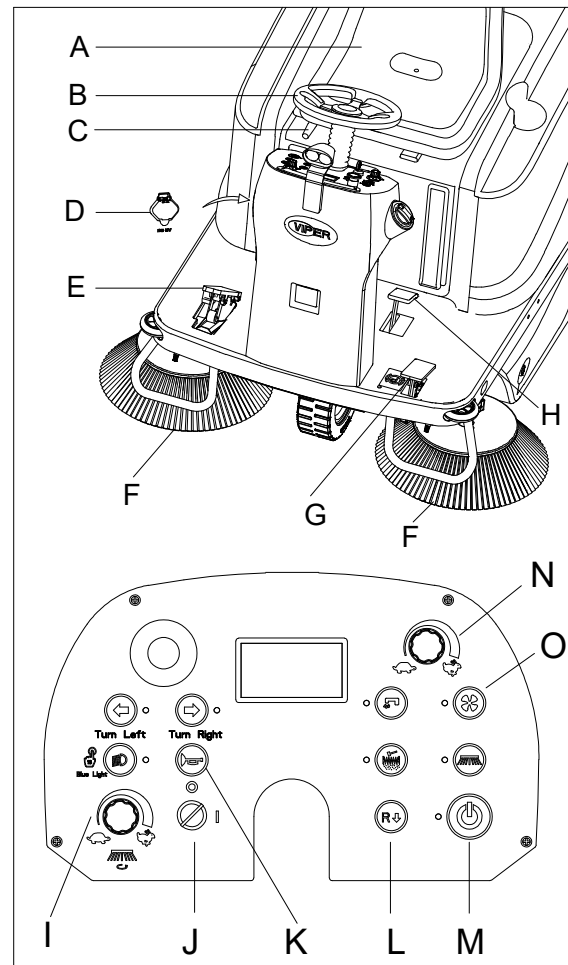

Рис. 10
1. Сядьте на сиденье водителя (А, рис. 10) и отрегулируйте его положение с помощью рычага (С, рис. 10), чтобы обеспечить легкий доступ ко всем органам управления.
Сиденье водителя (А, рис. 10) оснащено датчиком безопасности, который обеспечивает управление машиной, тогда когда оператор находится на сиденье водителя.
1. Займите сиденье (А, рис. 10), вставьте ключ зажигания (J, рис. 10) и поверните его в положение «Г».
3. Нажмите кнопку быстрого запуска (М, рис. 10), чтобы запустить машину, боковые щетки и основная щетка опускаются на пол автоматически.
4. Нажмите педаль акселератора (Е, рис. 10), переместите машину вперед или назад с помощью рулевого колеса (В, рис. 10) и кнопки переднего-заднего хода (L, рис. 10). Скоростью движения машины можно управлять с помощью ручки регулировки (N, рис. 10). Основная щетка/боковые щетки и вакуумный исполнительный механизм начинают работать.
5. Отрегулируйте скорость боковой щетки с помощью ручки регулировки скорости боковой щетки (I, рис. 10) в соответствии с требованиями к очистке.
6. Зарядный USB-разъем (D, рис. 10) можно использовать для зарядки мобильного телефона или площадку, когда ключ зажигания (J, рис. 10) повернут в положение «I».
7. Нажмите кнопку звукового сигнала (К, рис. 10), чтобы предупредить людей, когда это необходимо.
Основная щетка и боковые щетки (F и H, рис. 10) можно опускать и поднимать даже во время движения машины.
8. Начните подметание с вращения рулевым колесом (В, рис. 10) и движения машины вперед с помощью педали акселератора (Е, рис. 10).
9. Отпустите педаль акселератора (Е, рис. 10), машина остановится.
10. Еще раз нажмите кнопку быстрого запуска (М, рис. 10), чтобы выключить щетки, вакуумный исполнительный механизм и насос. Основная щетка и боковые щетки автоматически поднимаются над уровнем пола. Вакуумная система выключается через несколько секунд.
4. Для сбора легких и громоздких отходов поднимите передний скребок, нажав на педаль заслонки (Н, рис. 10); учитывайте, что емкость машины для вакуума уменьшается при подъеме переднего скребка.